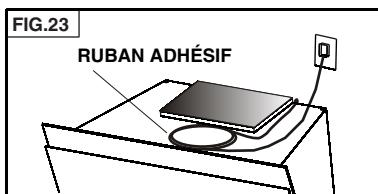

FIG.23
12. Connecter le cordon d'alimentation à brancher 120 VAC. Fig.23.